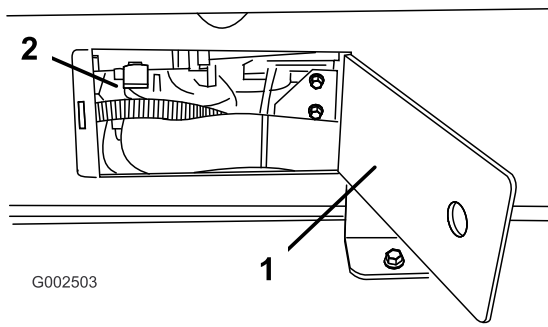

Figura 22
11. Utilice los paneles de acceso en ambos lados del patín del depósito para verificar que no hay manguitos o cables aprisionados (Figura 22).